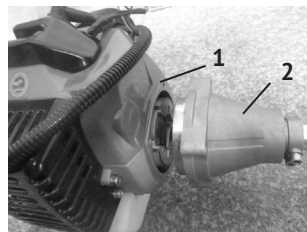

рис.2
- соединить корпус муфты сцепления (рис.2 поз.2) с закреплённой штангой и корпус двигателя (рис.2 поз.1). При этом шлицевая втулка соединяет выходной шпindel двигателя с валом.